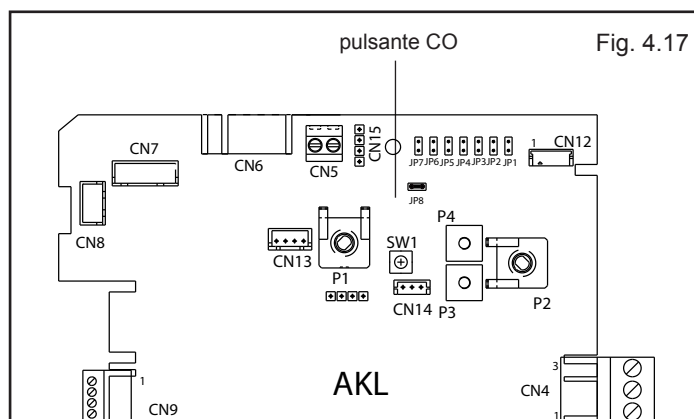

Fig. 4.17
- inserire i jumper JP1 e JP3 (fig. 4.17)
- premere il pulsante CO (fig. 4.17) e passare alla taratura del parametro successivo.
- Rimuovere il coperchio ispezione parti elettriche, svitando le 2 viti di fissaggio, per accedere al pulsante "CO" (fig. 4.17)